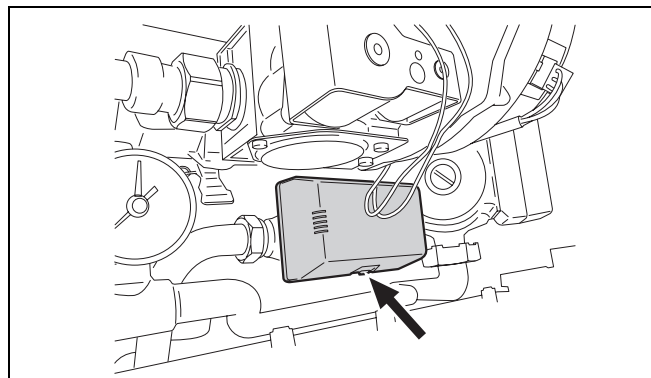

Fig. 14 Interruttore meccanico della valvola di commutazione a tre vie
- Spostare in posizione intermedia l'interruttore meccanico della valvola di commutazione a tre vie (fig. 14).